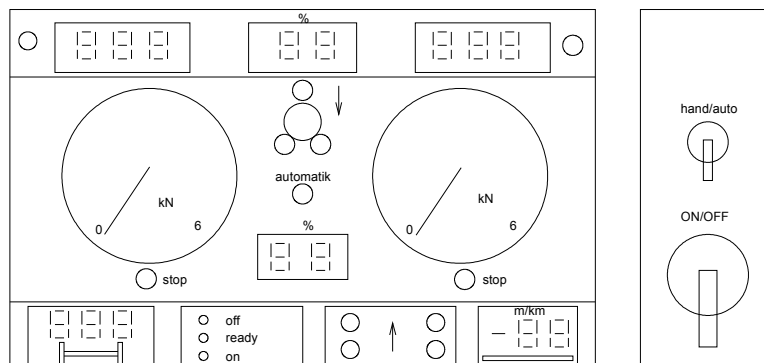

Fig. 2 Voor- en zijaanzicht van de meetkast
Fig. 2 geeft de display van de teststraat in detail weer. De bovenste drie digitale displays geven het resultaat van de schokdempertest weer. De twee analoge meters geven de remkracht aan. Tussen de analoge meters wordt het remkrachtverschil digitaal in procenten weergegeven. Linksonder wordt de asbelasting weergegeven. Daarnaast bevinden zich de 'stoplichten' die de meetstatus van de Printer/ PC weergeven. De vier groene lampen geven de draairichting van de rollen van de remmentestbank aan. De meest rechtse display geeft de sporing weer.
- 1) Zet de bank 'aan' met behulp van de hoofdschakelaar (zijkant van de kast, zie fig. 2)